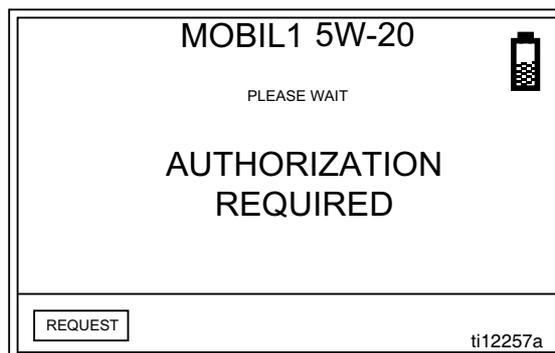

FIG. 23
- Après l'envoi de la demande, le message VEUILLEZ PATIENTER (PLEASE WAIT) s'affiche au haut de l'écran, comme montré sur la FIG. 23.